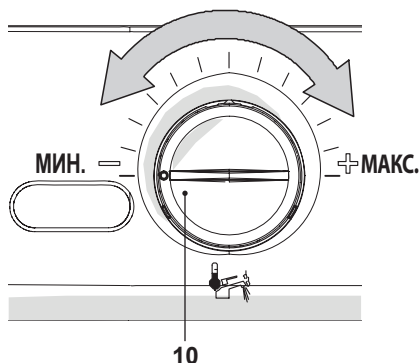

Рисунок 9.14
- Установите регулятор температуры горячего водоснабжения 10, см. Рисунок 9.14, на минимальное значение. На ЖК-дисплее **P09** будет загораться поочередно с 01.